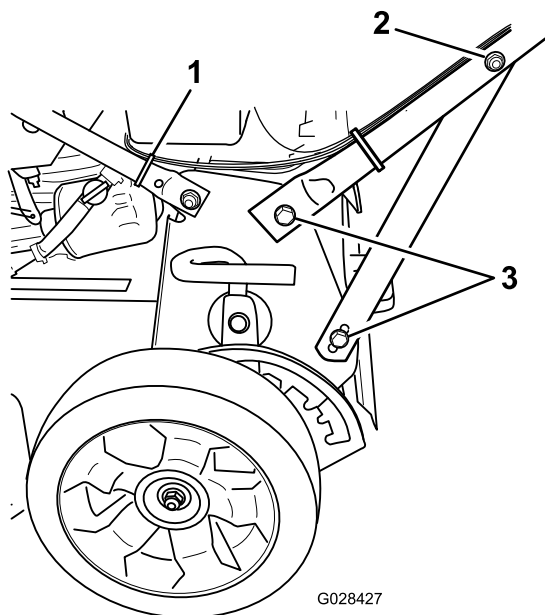

Figura 4
4. Serrate i dispositivi di fissaggio che sostengono la stegola su entrambi i lati della macchina, come illustrato nella Figura 4.
2. Dado sulla staffa di supporto della stegola (2)
3. Bullone (4)
5. Usate una fascetta per cavi per fissare i cavi alla stegola inferiore, nel punto illustrato nella Figura 4.